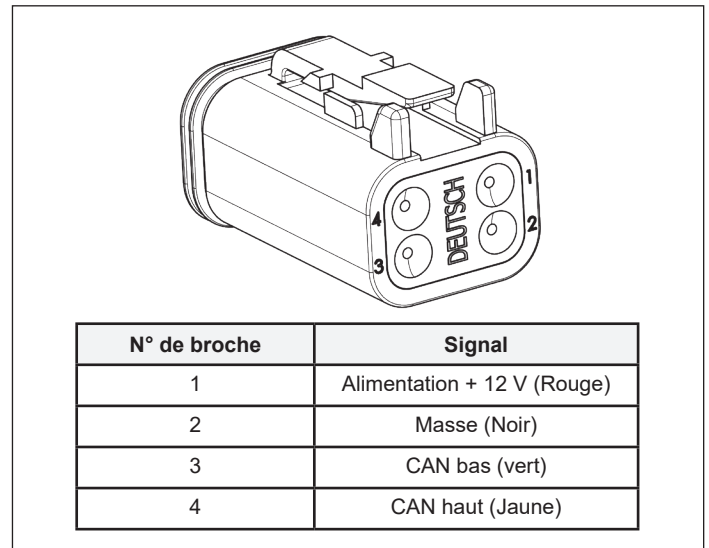

Figure 5 - Insertion des câbles
- Poussez délicatement la borne à l'arrière du connecteur Deutsch à 4 broches fourni. Assurez-vous que l'extrémité sertie ne présente pas de parties saillantes coupantes qui peuvent endommager le joint en silicone. Voir la figure 5 pour connaître la façon correcte d'insérer les câbles.